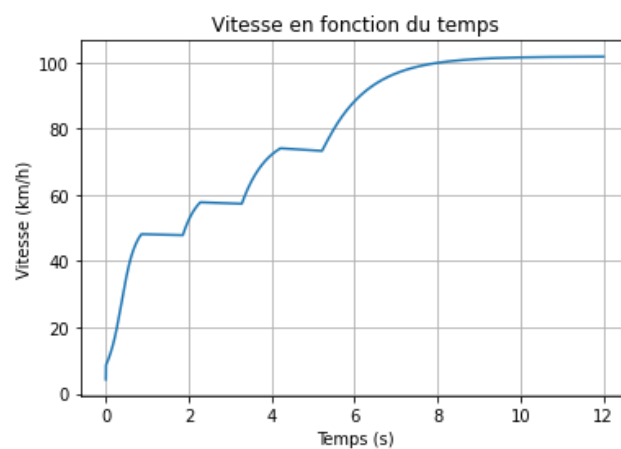

FIGURE 7 – Vitesse du véhicule en fonction du temps
- Enfin nous avons pu récupérer la vitesse de la voiture au cours du temps, ce qui nous a permis de trouver le temps pour passer de 0 à 100 km/h, comme le montre la figure 7.